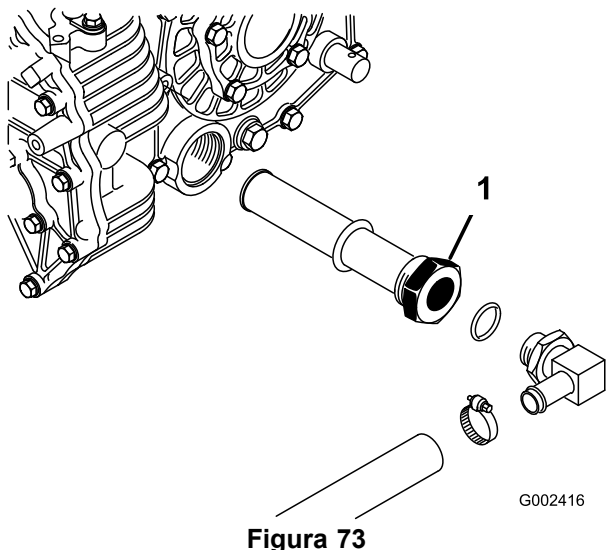

Figura 73
- Annotatevi l'orientamento del flessibile idraulico e del raccordo a 90° collegati al filtro sul fianco del serbatoio (**Figura 73**).